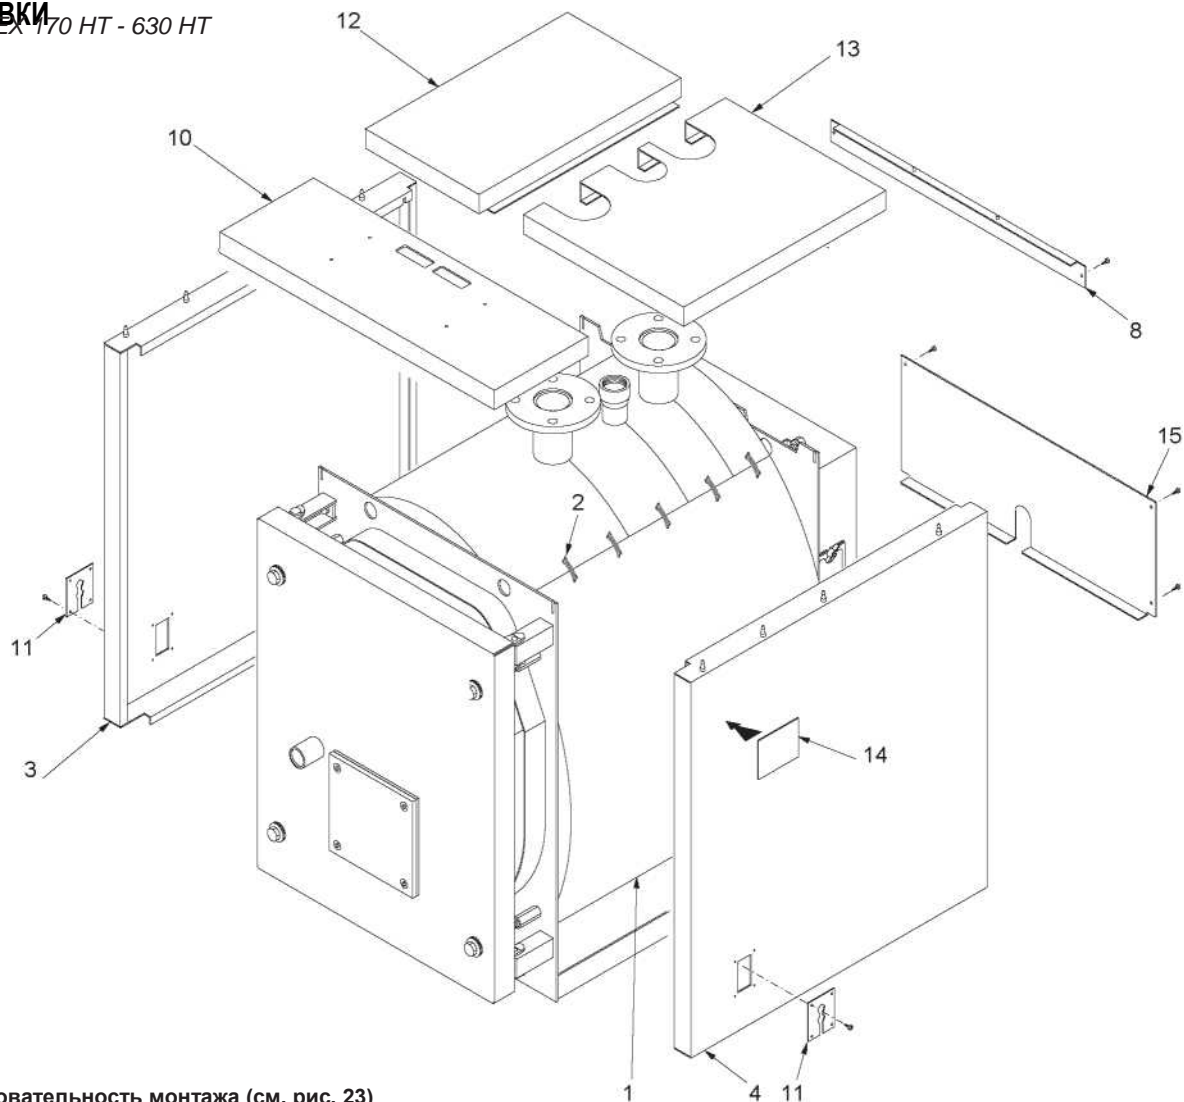
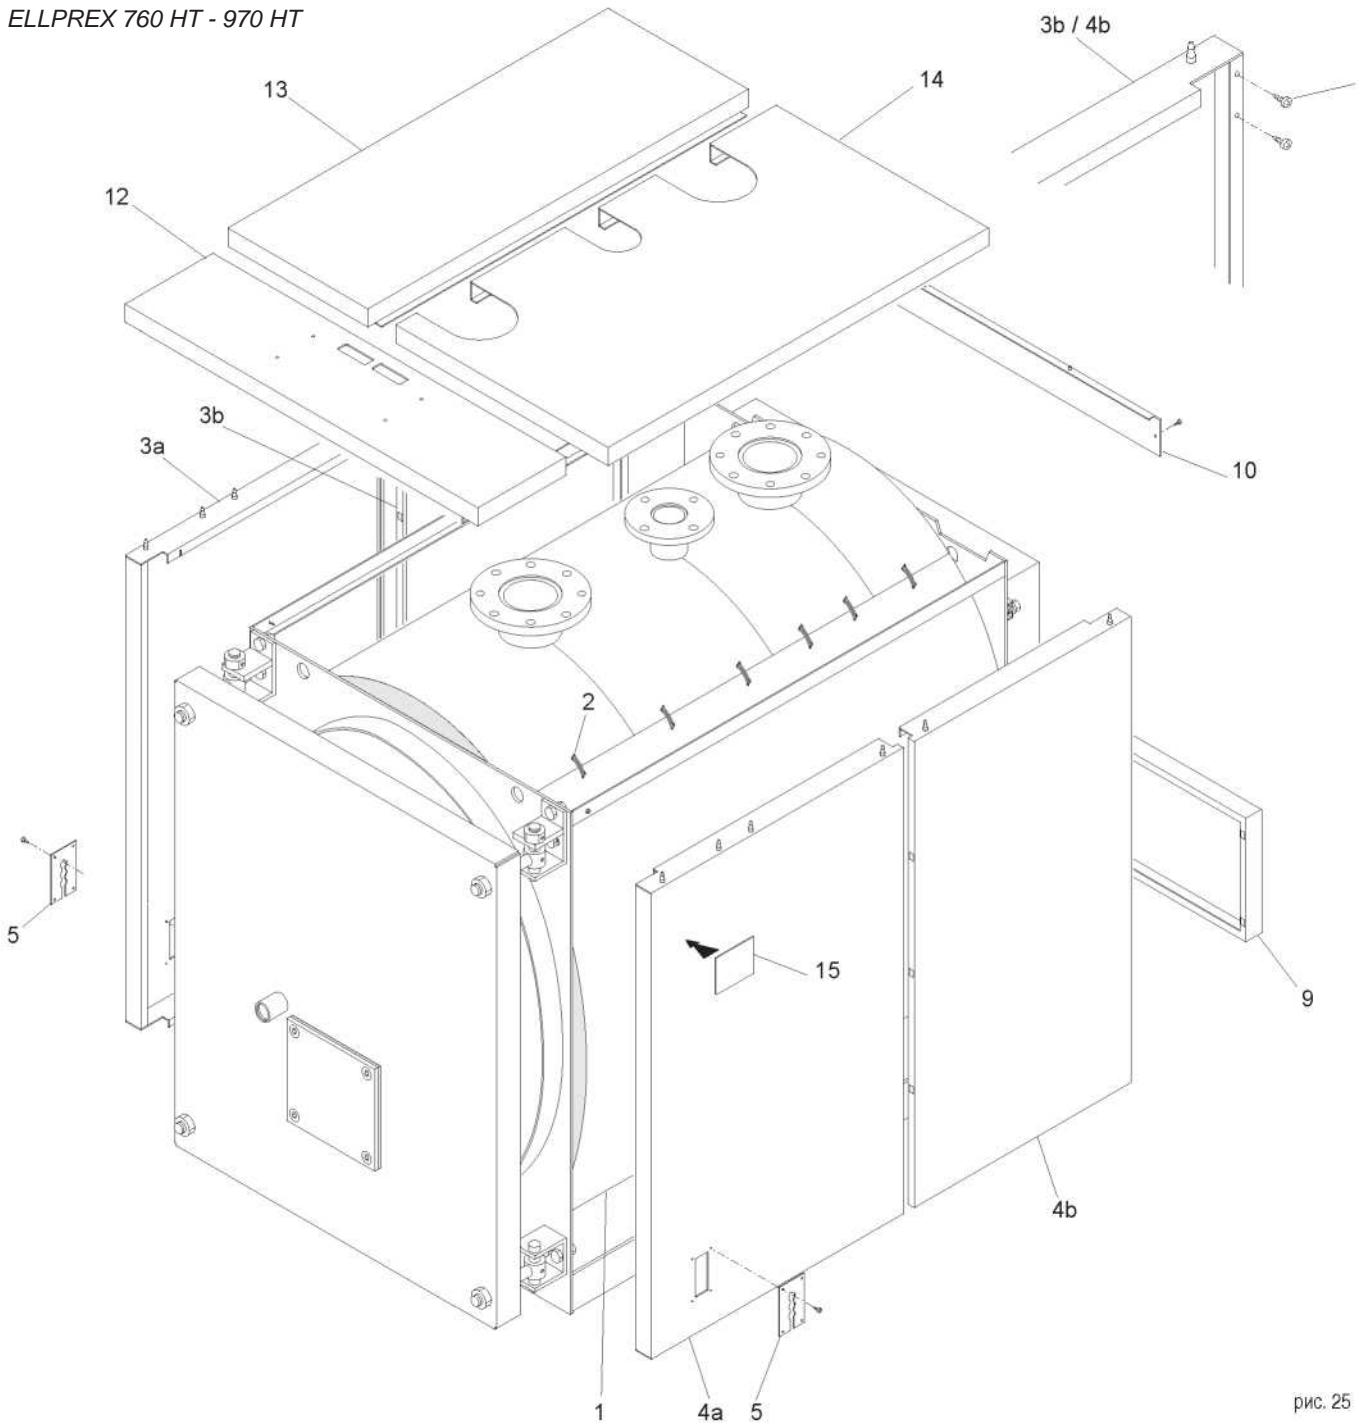

рис. 23
рис. 25
N.B. Для моделей котла от **ELL 170 до ELL 510** (см. рис. 23), обшивка и изоляция находятся в одной упаковке с маркировкой:
N.B. Для модели **ELL 630 HT** (см. рис. 23) и для моделей от **ELL 760 HT до ELL 2200 HT** (см. рис. 25 и 26), обшивка и изоляция находятся в трех упаковках маркированных:
Последовательность монтажа (см. рис. 23)
Последовательность монтажа (см. рис. 25)